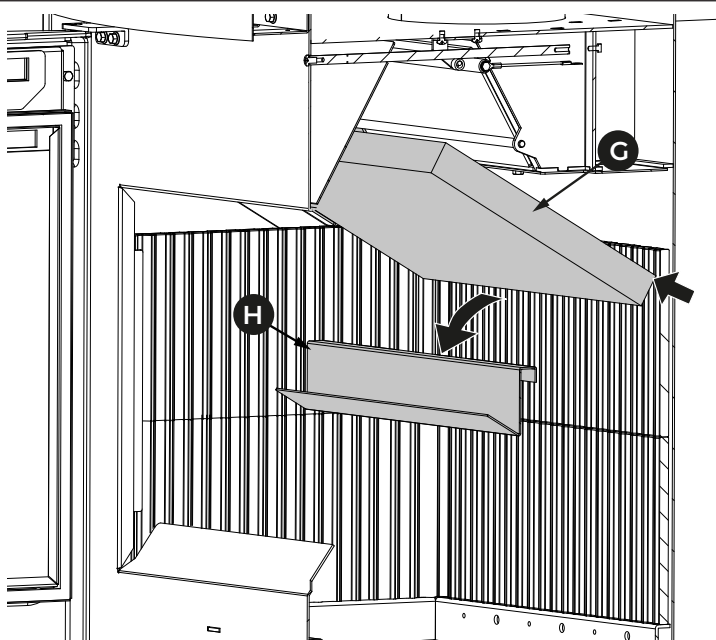

Fig. 18
Otvorite vrata, podignite deflektor (G) i uklonite lim za naknadno izgaranje (H) ("Fig. 18").